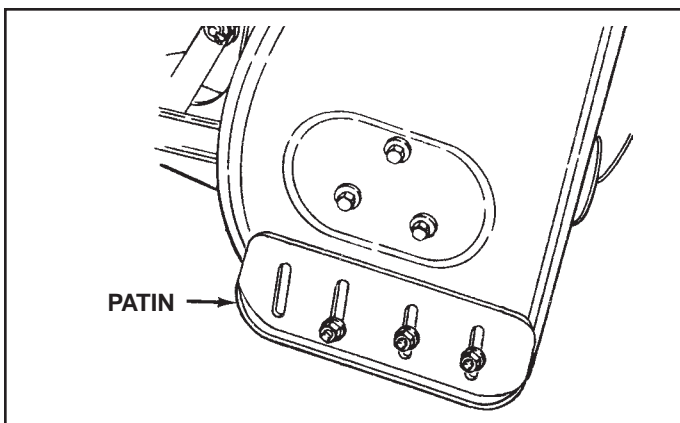

FIGURE 59
(Se référer aux figures 59 et 60 à la page 50)
- Soulever la souffleuse du sol et placer un bloc sous les deux extrémités de la plaque d'usure. Desserrer les six écrous hexagonaux retenant les patins au carter. Régler les deux patins vers le haut ou vers le bas et resserrer les écrous soigneusement. Régler les deux patins à la même hauteur pour que le carter et la plaque d'usure soit au même niveau. Voir la figure 59.